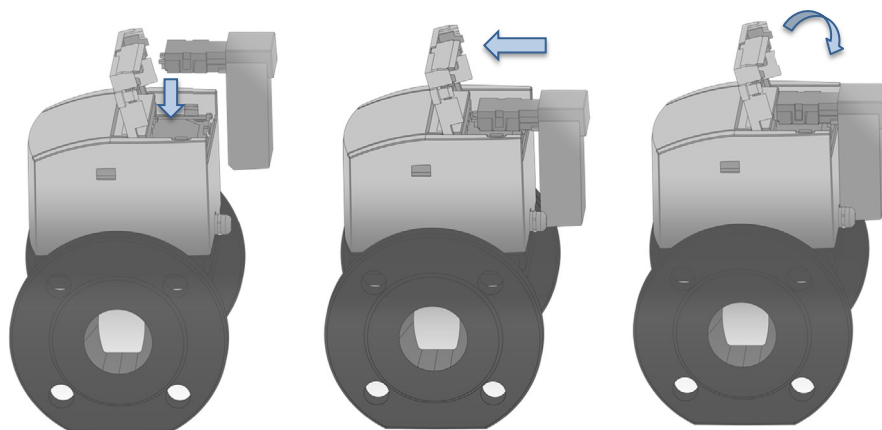

Fig. 30: Insertion du module, enclenchement et fermeture du couvercle du module
Étape 3 : montage d'un module de communication, comme illustré à la Fig. 30.